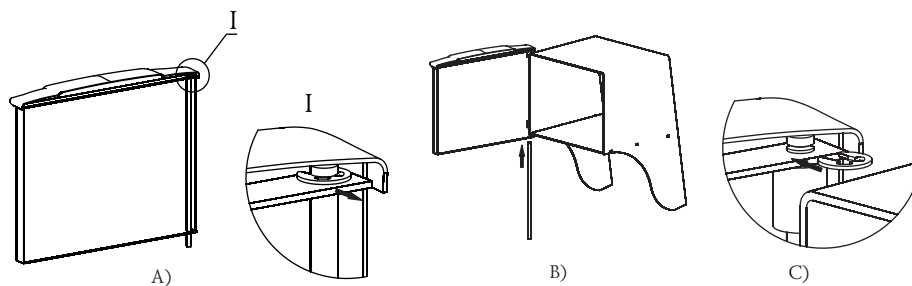

Bild 7. Türanbringen bei der Ofenmontage «Angara 2012»
1. Zuerst die schnell trennbare Druckscheibe abzunehmen und die Achse aus der Tür ausziehen, Bild 7.a;
3. Stecken Sie die Achse mit einer Vertiefung im oberen Achsenteil für die Scheibe durch die Öffnungen von unten nach oben hinein, Bild 7.b;
4. Stellen Sie die schnell trennbare Druckscheibe in die Vertiefung an der Achse, Bild 7.c